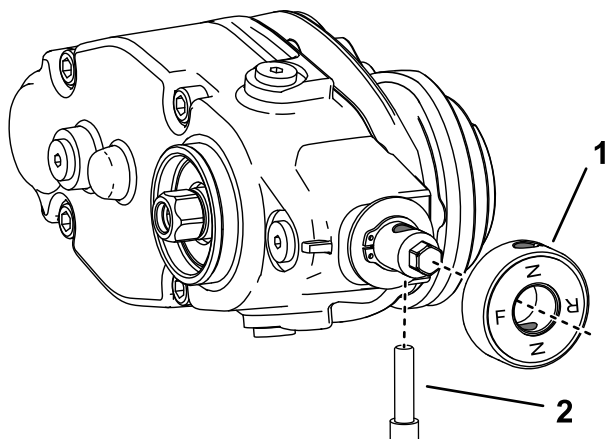

Bild 15
3. Wenn Sie den Groomer an der linken Seite der Maschine montieren, führen Sie folgende Schritte aus (Bild 15):
- B. Entfernen Sie das Kupplungshandrad und drehen Sie es um (Bild 15).